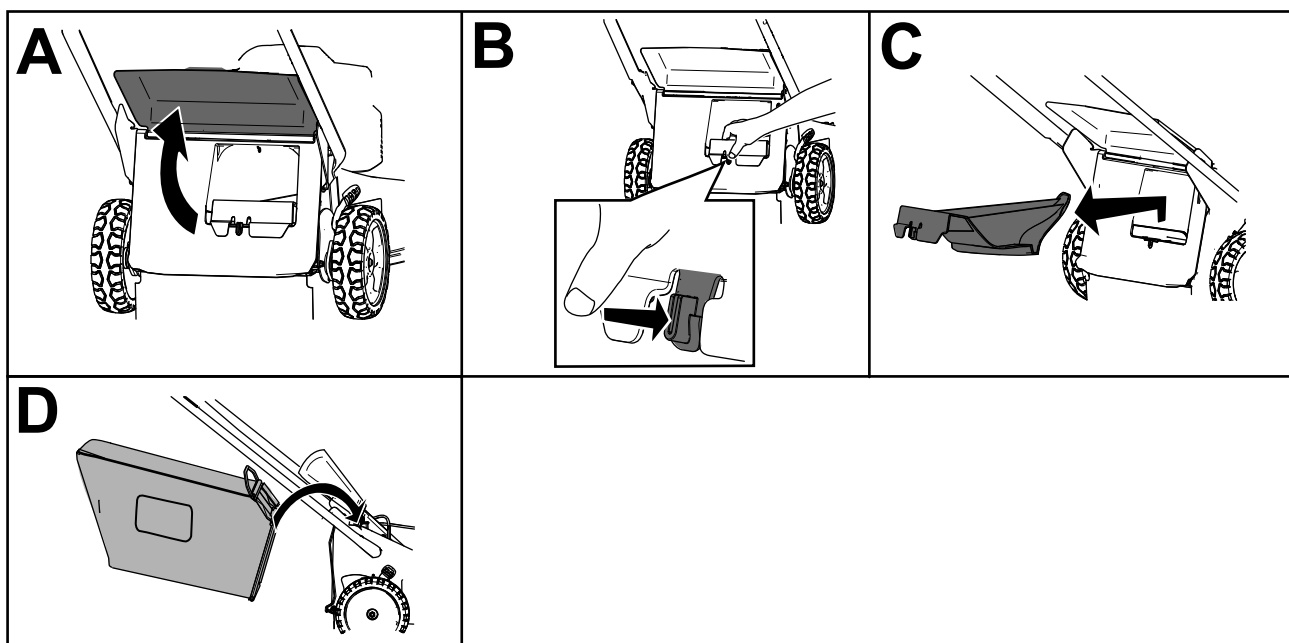

Figure 18
Remarque: Pour déverrouiller l'obturateur arrière, tournez le levier vers la droite (Figure 18).
3. Soulevez le déflecteur arrière et maintenez-le dans cette position (A de Figure 18).
4. Retirez l'obturateur d'éjection arrière en appuyant sur le verrou avec le pouce et en tirant l'obturateur hors de la machine (B et C de Figure 18).
5. Placez les extrémités de la tige du bac dans les crans à la base du guidon et basculez le bac d'avant en arrière pour vous assurer que les extrémités de la tige sont bien engagées au fond des deux crans (D de Figure 18).
3. Sortez la tige du bac à herbe des crans à la base du guidon (A de Figure 18).
4. Installez l'obturateur d'éjection (B de Figure 18).
5. Abaissez le déflecteur arrière (C de Figure 18).